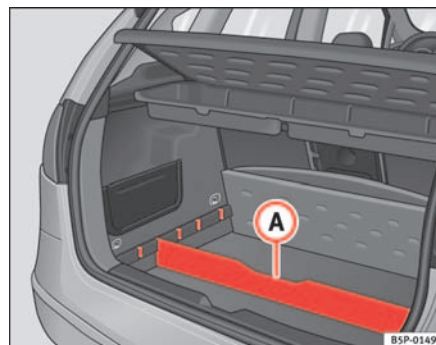

Fig. 104 Separador del piso maletero
- Coloque el separador **A** ⇒ página 144, fig. 104, en las ranuras laterales según sea el tamaño de los objetos a transportar. Debajo del portaobjetos se encuentran las herramientas de a bordo y la rueda de repuesto.